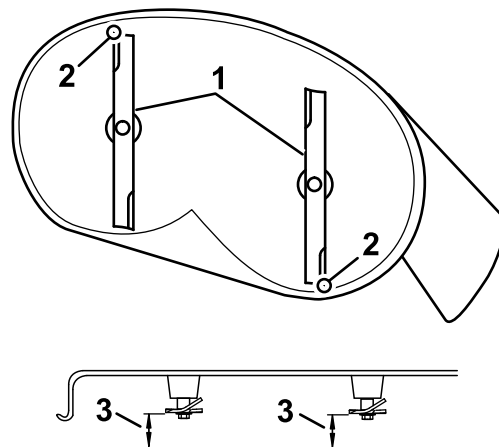
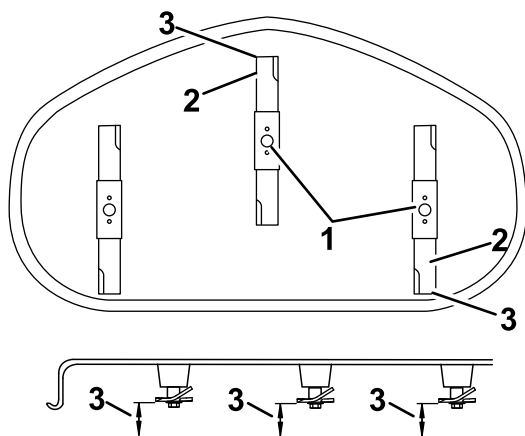

Figura 66
Figura 67
4. Rotii cu atenție lamele astfel încât să fie orientate din față spre spate (Figura 66).
5. Măsurai între vârful lamei din față și suprafața plană și între vârful lamei din spate și suprafața plană (Figura 66 sau Figura 67).
4. După reglare, verifică din nou panta față-spate și continuă să reglezi piulia până când vârful lamei din față este cu 1,6 - 7,9 mm mai jos decât vârful lamei din spate (Figura 66).